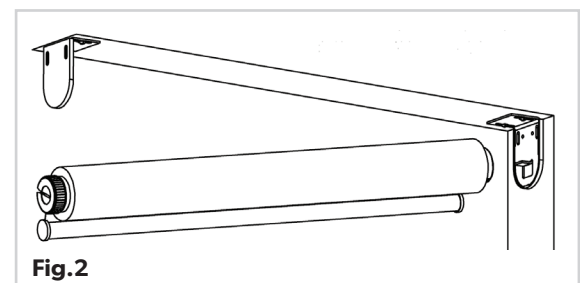

Fig.2
4. Ensuite, positionnez le store afin que le composant de vis de blocage soit à droite. (Fig.2)